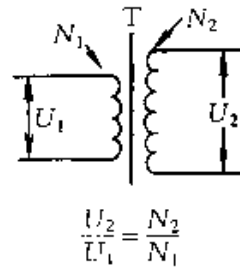

图 2-86
② 变压器具有电压变换的作用。如图 2-86 所示，变压器次级电压的大小，取决于次级与初级的圈数比。空载时，次级电压 U_2 与初级电压 U_1 之比，等于次级圈数 N_2 与初级圈数 N_1 之比。